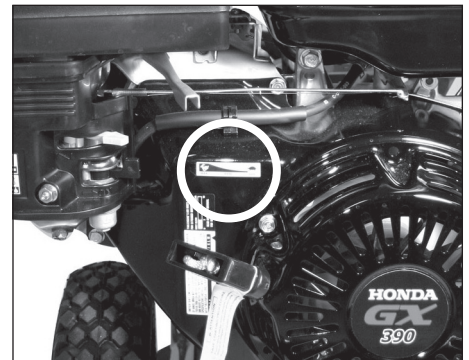

Figura 18 - Válvula reguladora
6. Abra la válvula de cierre de combustible moviendo la palanca a la derecha en la posición "ON". Cierre la toma de aire (si el motor está frío) moviendo la palanca de la toma de aire totalmente a la izquierda. Mueva el obturador totalmente a la izquierda a la posición de "Run" o "Rabbit". Gire el interruptor de encendido/apagado (ON/OFF) en la posición de encendido (ON) (vea Figura 18).